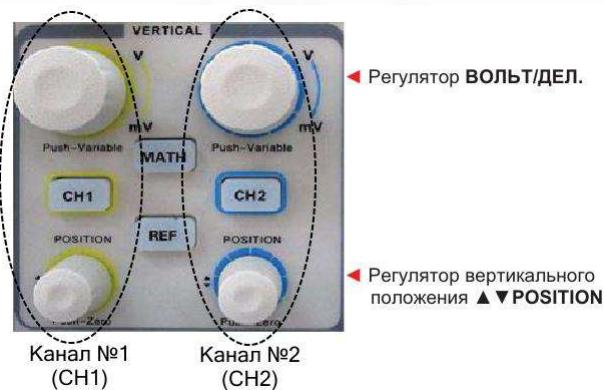

Рис. 1.4. Органы управления вертикальной системы развертки
- 1) Вертикальное отклонение: установить уровень ослабления или усиления сигнала. Установите ручкой управления чувствительностью (см. рис. 1.4) необходимое число вольт на деление (В/дел) для регулировки вертикального размера отображаемой развёртки сигнала. Если установлено значение 5 В/дел, это значит, что на каждое деление вертикальной шкалы приходится по 5 вольт. Если шкала экрана осциллографа имеет восемь вертикальных делений, то при такой настройке на экране уместится развёртка сигнала амплитудой 40 В. При настройке 0,5 В/дел, весь экран займет развёртка сигнала амплитудой 4 В и т.д. Максимальное